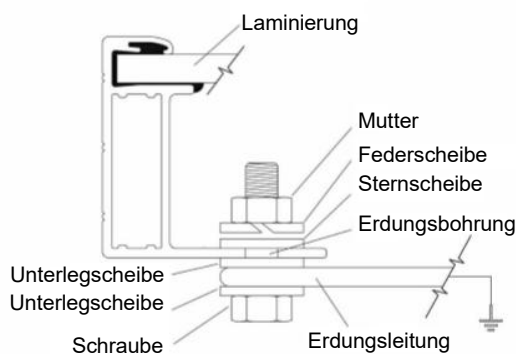

Abbildung 1
- Verwenden Sie M4-Schrauben und Unterlegscheiben, um das Erdungskabel und den Aluminiumrahmen durch die Erdungsbohrungen zu verbinden (wie in Abbildung 1 gezeigt). Das Anzugsdrehmoment beträgt 3-7 Nm. Alle Muttern und Unterlegscheiben sollten aus rostfreiem Stahl bestehen.